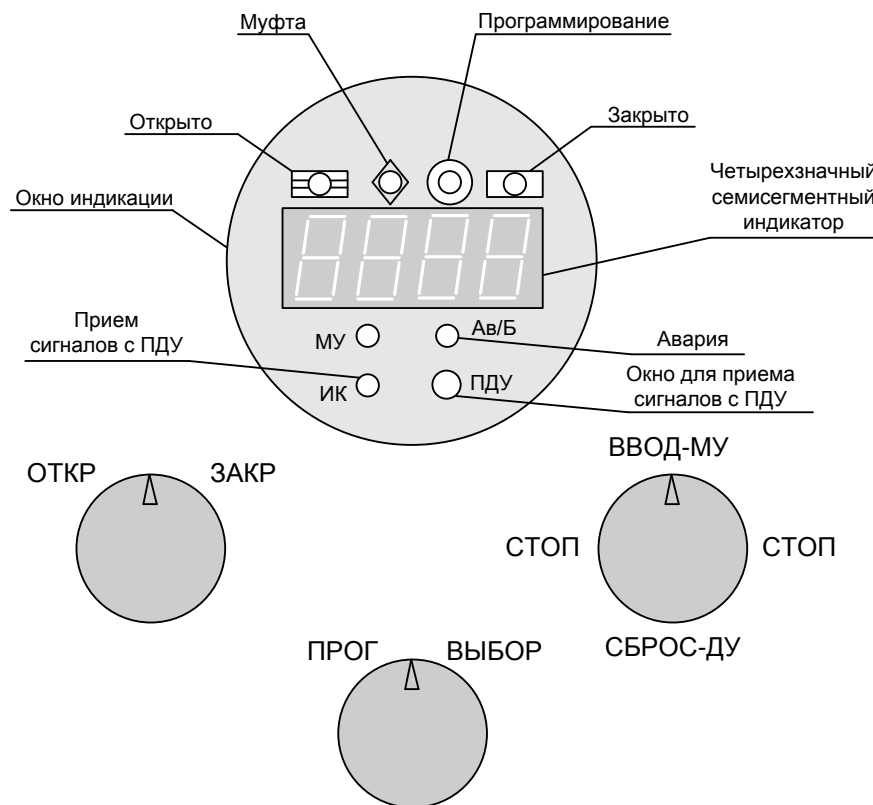

Рисунок 2 – Пост местного управления
Пост местного управления позволяет производить настройку ЭРА-10 и формировать управляющие сигналы непосредственно по месту установки. На лицевой панели ЭРА-10 расположены окно индикации и ручки управления, предназначенные для переключения режимов и ввода команд. В окне индикации расположены символьный индикатор и несколько единичных световых индикаторов (см. рисунок 2).
- о параметрах электропривода на четырехзначный семисегментный индикатор, расположенный на лицевой панели (см. рисунок 2). Выбор просматриваемого параметра осуществляется посредством ПДУ либо ПМУ, их работа подробно описана в п. 1.3.7.1.